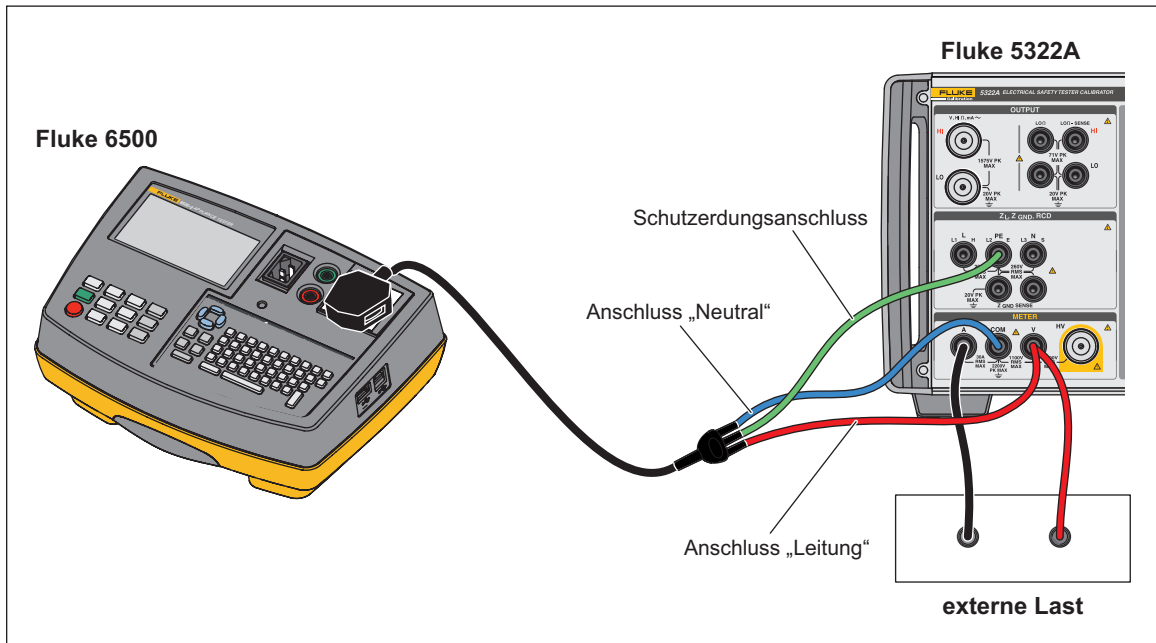

Abbildung 55. Kalibrierung von Spannungs- und Strommesser mithilfe eines Kabeladapters
2. Schließen Sie das DUT an die Anschlüsse „A“, „COM“ und „V“ im Bereich METER an, wie in Abbildung 55 und 56 dargestellt. Stellen Sie außerdem eine Schutzerdeverbindung („Erde“) zwischen dem DUT und Anschluss PE des Produkts her.